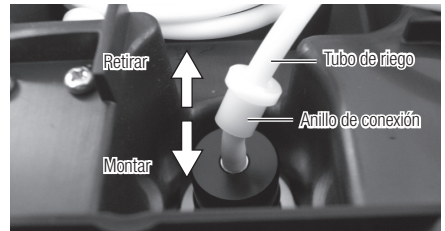
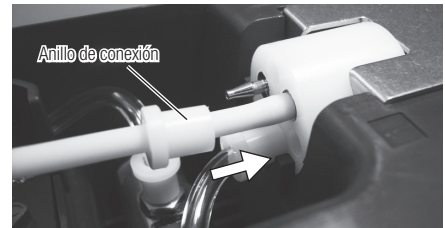

Fig.35
Fig.39
- 3) Retire el tubo de irrigación de la unidad de control. (Lado de la botella y lado del panel frontal) (Fig. 35,36)
- 8) Monte el tubo de irrigación con el procedimiento opuesto de retirada (Fig. 35). El anillo de conexión debería estar firme en la unidad de control hasta que se detenga. (Fig.39)